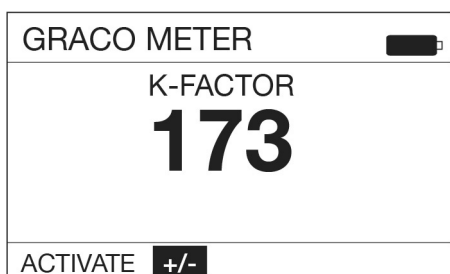

图 19
- 使用键盘上的向右箭头按钮高亮显示 +/-，然后按键盘中央的 ENTER 按钮选择 +/- 选项（图 19）。
注意：选择此屏幕上的 GO BACK（返回）功能，将显示屏回到上一屏幕（如图 19 所示）。